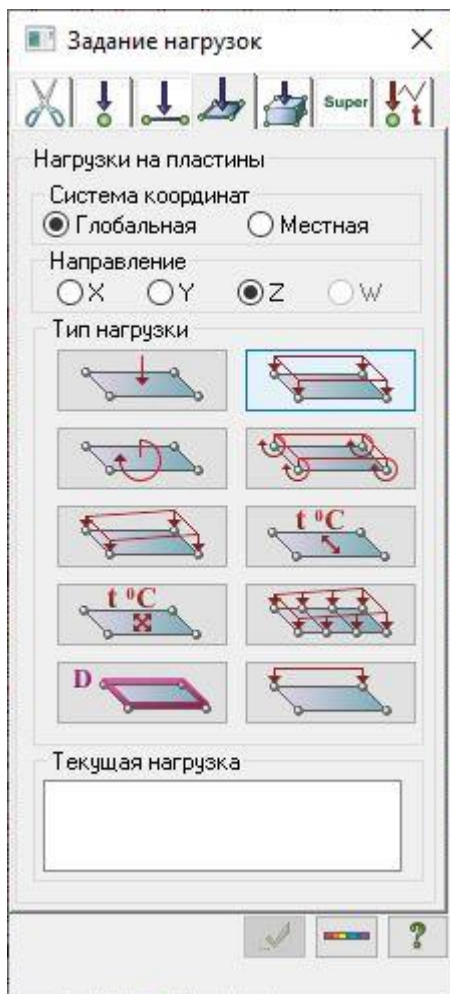

Рис.11.19. Диалоговое окно **Задание нагрузок**
- Вызовите диалоговое окно **Задание нагрузок** на закладке **Нагрузки на пластины** (рис.11.19) выбрав команду  – **Нагрузка на пластины** в раскрывающемся списке **Нагрузки на узлы и элементы** (панель **Нагрузки** на вкладке **Создание и редактирование**).